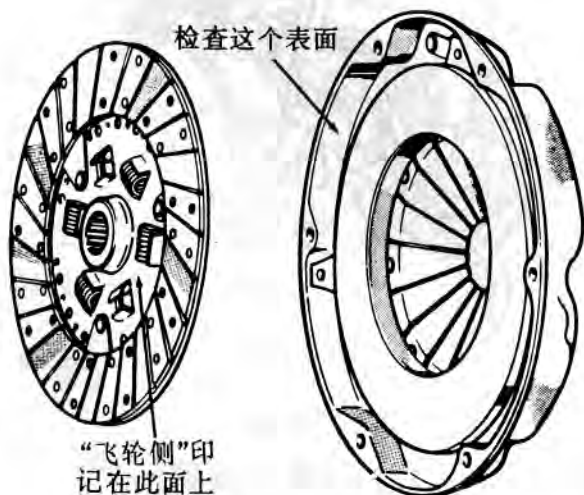

图 1 固定从动盘
(1) 拆卸变速箱和分动箱, 步骤参考第 21 部分中的手动变速箱。
(2) 如果继续使用原有的压盘总成, 则通过涂漆和划线的方法, 在飞轮上标注压盘的相对位置, 做为重新安装的位置参考。
(3) 如更换原压盘, 则可随意松开紧固螺栓。如原压盘仍要使用, 则应按旋转的顺序松开螺栓, 均匀减小弹簧的压力, 并且一次只能松开几扣以防止离合器盖变形。
(4) 拆下离合器盖螺栓、拆下离合器盖和从动盘 (图 1)。
(5) 在导向轴承上插入偏差校正工具, 靠近飞轮确定从动盘的位置, 应使从动盘毂定位正确, 标有“飞轮侧”的从动盘毂面应朝向飞轮方向 (图 1)。
(6) 挨着从动盘将压盘总成定位在飞轮上。
(7) 安装并紧固离合器压盘总成螺栓。
(8) 每次以几扣, 按旋转次序均匀紧固离合器盖螺栓达到规定的扭矩数值。一定要均匀紧固来防止使总成变形。正确的拧紧扭矩应是: 在 2.5 升的发动机上为 31 牛·米 (23 磅·英尺); 在 4.0 升的发动机上为 54 牛·米 (40 磅·英尺)。
(9) 在变速箱输入轴花键上涂抹少量的北京吉普汽车公司或其修理站指定的耐高温油脂。不要润滑过度, 因为那样会造成从动盘被油污染。
(10) 安装变速箱和分动箱, 具体步骤参见第 21 部分。